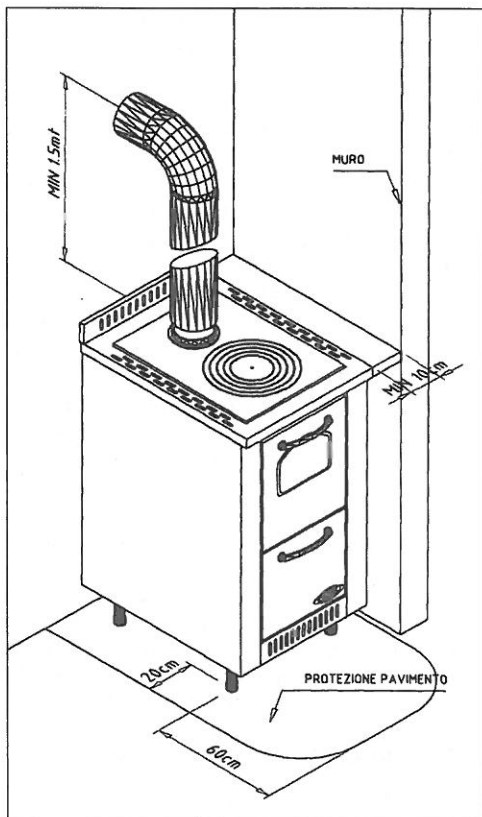
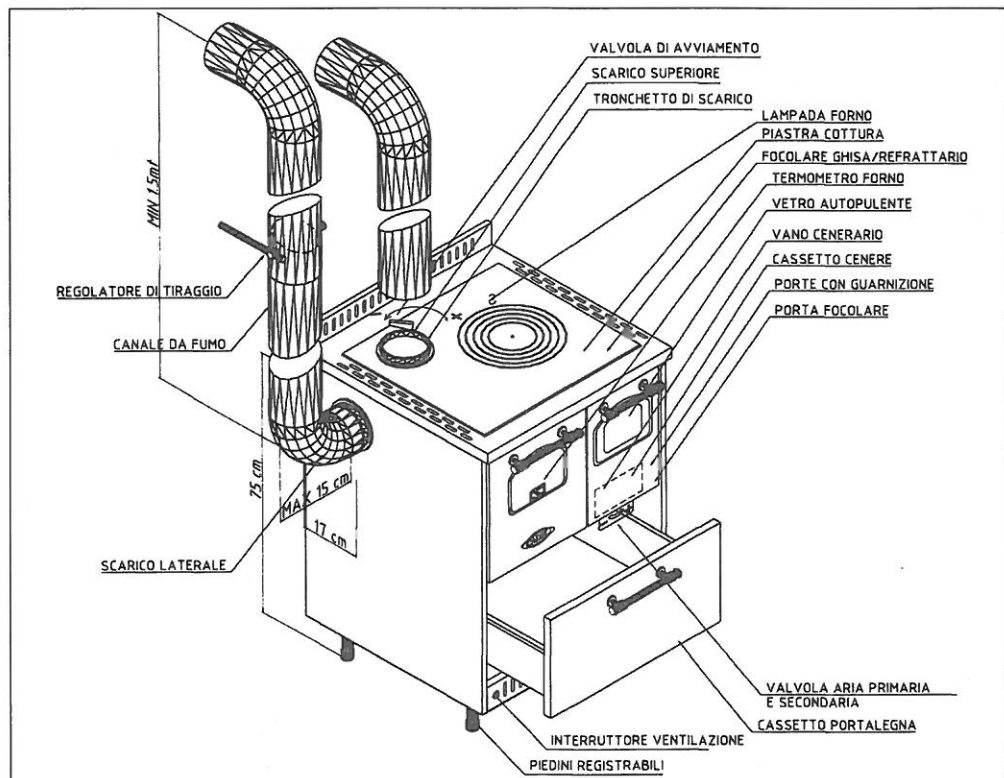

Fig. 1
Fig. 2
La cucina a legna può essere installata isolatamente, accostata ad una parete oppure incassata fra due pareti. La parete laterale che superi l'altezza del piano di lavoro deve avere una distanza minima pari a 100 mm (vedi fig.1) dal bordo cucina. Le eventuali pareti dei mobili adiacenti e la parete posta posteriormente alla cucina devono essere di materiale resistente al calore in grado di resistere ad una temperatura di 90°C. La parete posta posteriormente sovrastante il piano di cottura della cucina deve essere di materiale resistente alle alte temperature comunque in grado di resistere ad una temperatura di 120°C e ignifuga, (non usare schienali in legno).
Per le norme di sicurezza antiincendio la distanza minima da oggetti infiammabili o sensibili al calore (divani, mobili rivestimenti in legno ecc.) deve essere di 80cm davanti alla bocca fuoco. Se il pavimento è costituito da materiale combustibile deve essere realizzata una protezione (piastra acciaio, refrattario, marmo..) in materiale incombustibile con una sporgenza lato bocca fuoco min 60 cm gli altri lati min 20 cm (vedi fig.1). In tutti i modelli sono presenti delle prese di aria, con delle mascherine con fori isolati per modelli ad incasso con piedini per battiscopa o aperture a livello pavimento per modelli con zoccoli in metallo. **È Vietato** coprire in alcun modo le prese d'aria di raffreddamento. Verificare che vi siano i requisiti di aerazione del locale, vedi punto
**Attenzione** il cattivo funzionamento delle cucine è dovuto principalmente ad un tiraggio non adeguato della canna fumaria a riguardo si consiglia di leggere il manuale CANNA FUMARIA. Il collegamento tra l'apparecchio e la canna fumaria deve essere breve onde favorire il tiraggio ed evitare la formazione di condensa nelle tubazioni. Il diametro del canale da fumo deve essere uguale a quello del tronchetto del piano di lavoro 120 mm e deve essere montato perpendicolarmente alla cucina per un tratto verticale di almeno 1,5 m prima di una eventuale curva (vedi fig. 1). Per il montaggio dei canali da fumo usare tubo in lamiera per fumisteria è vietato l'impiego di tubi metallici flessibili e in fibro-cemento, accertarsi sulla ermeticità nei punti di raccordo. Per i cambiamenti di direzione si possono usare al massimo due curve con angolo  $>90^\circ$ . La lunghezza del canale da fumo in proiezione orizzontale non deve superare i 2 m con una pendenza del 15%. Per i modelli montati con scarico laterale e/o posteriore il diametro del tronchetto di scarico è di 130 mm la lunghezza massima orizzontale del canale da fumo è di 15 cm dopo deve cambiare direzione verso l'alto con una curva angolo  $>90^\circ$ , si consiglia di usare tubi robusti con spessore almeno di 2 mm e assicurarsi che siano collegati ermeticamente alla canna fumaria (vedi fig.2). È vietato collegare più apparecchi con lo stesso canale da fumo, è vietato convogliare nello stesso canale da fumo lo scarico proveniente da cappe sovrastanti, è vietato lo scarico diretto a parete dei prodotti della combustione all'esterno e verso spazi chiusi anche a cielo libero. È vietato collegare apparecchi a diverso combustibile (esempio stufa a legna con caldaia a gas) nella stessa canna fumaria. Far verificare il tiraggio della canna fumaria, se superiore alla depressione ammessa (vedi dati tecnici), provvedere a inserire una valvola a farfalla dopo il tronchetto di scarico della stufa.
La depressione (tiraggio) necessaria per la cucina è indicata sul cartellino caratteristiche. La depressione ottimale varia da 0,11 mbar (1,1 mm di colonna d'acqua) a 0,16 mbar. Con valori inferiori il fuoco sarà troppo lento con formazione di depositi carboniosi ed eccessiva e fastidiosa produzione di fumo che si vedrà uscire dalle porte durante le fasi di caricamento legna. Con valori superiori si avrà una combustione troppo veloce, con scarsa trasmissione di calore e l'impossibilità di avere una buona autonomia di fuoco. La canna fumaria deve essere a perfetta tenuta: infiltrazioni d'aria per eventuali fessure o per pontina d'ispezione non a perfetta tenuta stagna riducono notevolmente il tiraggio del camino. Se il tiraggio è superiore ai valori indicati è necessaria l'installazione di un regolatore di tiraggio (farfalla valvola d'aria) nel canale da fumo o nella canna fumaria (vedi fig. 2)
L'accensione della legna avviene molto facilmente se l'installazione è corretta e la canna fumaria efficiente. L'operazione si effettua come segue: aprire al massimo le valvole di entrata dell'aria primaria e secondaria e aprire la valvola di avviamento in modo da collegare direttamente la camera di combustione con il canale da fumo (Fig. 2); introdurre nel focolare carta appallottolata o apposite tavolette accendifuoco e legnetta stagionata; dopo l'accensione della legnetta introdurre la legna da ardere, in pezzatura media e ben stagionata.
**Importante** alla prima accensione è opportuno, per almeno 8-10 ore, mantenere un fuoco lento per permettere ai materiali di cui è costituita la caldaia e il focolare, di poter assestare le sollecitazioni elastiche interne, evitando così danni permanenti alle stesse; questa operazione va ripetuta per almeno 3-4 volte. I residui grassi di lavorazione e i collanti delle guarnizioni durante i primi minuti di funzionamento possono produrre odori e fumo, si consiglia un buon ricambio aria dello ambiente. Per un miglior rendimento, dopo circa venti minuti di funzionamento, si consiglia di chiudere la valvola aria primaria al minimo (vedi marchiatura +/- vedi fig. 2) fino a ridurre la fiamma quanto basta a mantenere l'accensione e chiudere (sui modelli con forno), la valvola di avviamento ciò comporta il massimo di rendimento con il minor consumo di combustibile.
A richiesta alcuni modelli vengono forniti con ventilazione azionata tramite interruttore posto anteriormente alla cucina (vedi fig. 2). L'aria spinta dai motoventilatori mantiene la cucina a una temperatura di regime più bassa evitando sollecitazioni eccessive ai materiali di cui è composta e contemporaneamente riscalda omogeneamente l'ambiente. Accertarsi periodicamente sull'effettivo funzionamento dei motoventilatori. La ventilazione di serie sul
Per una buona combustione prima della riaccensione rimuovere la cenere rimasta sulla griglia scuotendola per farla scendere nel cassetto cenere. La cenere se abbondante ostruisce il passaggio dell'aria primaria, fondamentale per una buona combustione, se la cenere tocca la griglia questa stessa non viene più raffreddata dal passaggio aria e potrebbe danneggiarsi irrimediabilmente. Il cassetto cenere, se pieno, va svuotato facendo attenzione che si sia raffreddato e non vi siano ceneri calde. Si consiglia di lasciare sempre 1 cm. di cenere nel cassetto dopo lo svuotamento. Pulire da eventuale residui di cenere anche il vano cenerario (fig. 2).